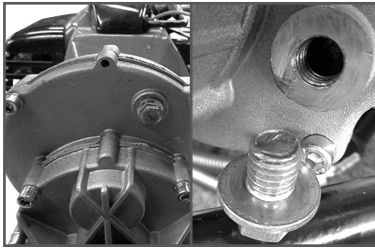

Рис. 4 Проверка наличия смазки
8. Извлеките винт (А) ключом на 10 под блоком редуктора и проверьте наличие смазки (Рис.4). При необходимости добавьте 50-100 г универсальной смазки (CHAMPION EP-0).